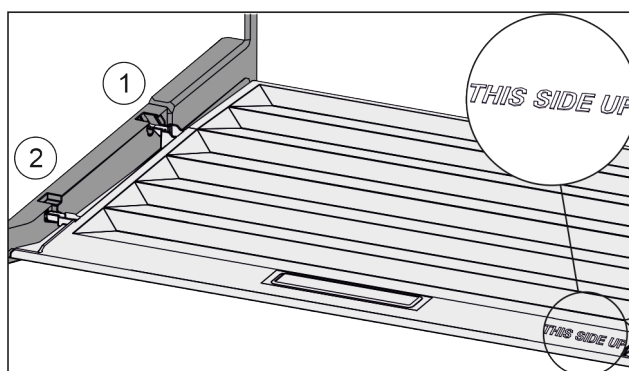

Fig. 143
- ▶ Introduire les rainures du couvercle par l'orifice du support arrière Fig. 143 (1) et les enclencher à l'avant dans le support Fig. 143 (2).